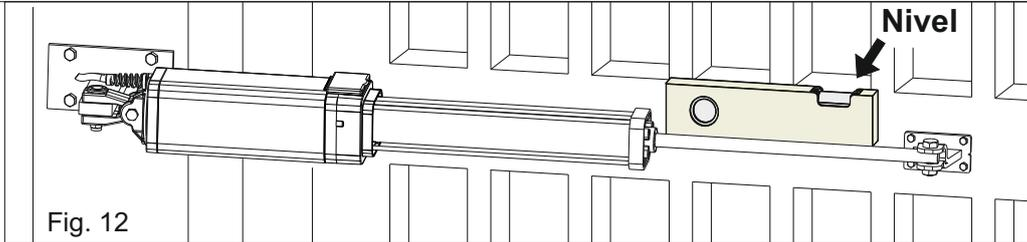
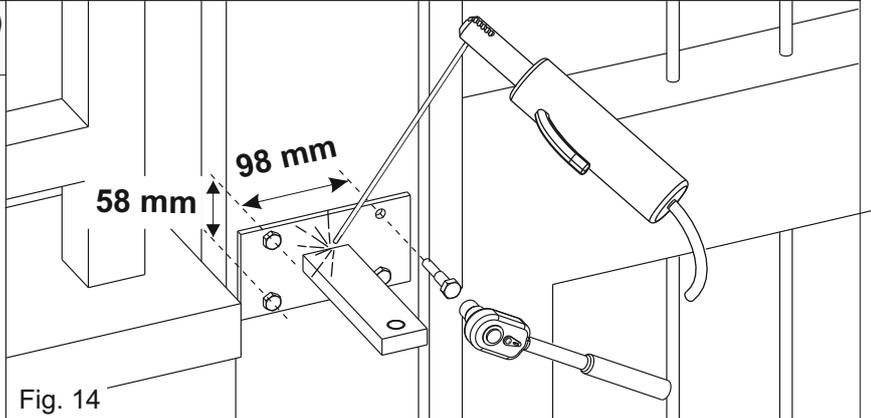

Fig. 12
Fig. 14
- 2 - Para un funcionamiento correcto, es importante instalar el actuador y los soportes delantero y trasero en posición perfectamente horizontal con la ayuda de un nivel, como se muestra en Fig. 12
Según la elección del tipo de apertura (interna o externa) y según la rotación máxima de la hoja, primero se debe cortar el soporte respetando la dimensión « a » de páginas 5 y 6 y luego soldar (Fig. 14) **El soporte debe ser instalado de manera que el operador esté perfectamente horizontal (Fig.12)**